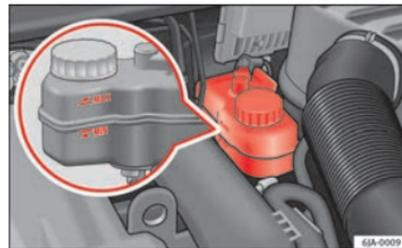

Fig. 127 Vano motor: Depósito del líquido de frenos
- Verifique el nivel de líquido de frenos en el depósito ⇒ fig. 127. El nivel debe encontrarse entre las marcas “MIN” y “MAX”.